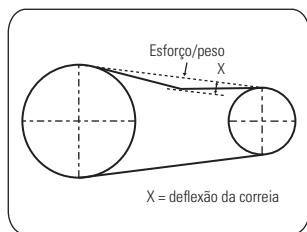

FIGURA 8.4
- Inspecione as correias de transmissão e o motor elétrico. Para verificar, remova o protetor de correia. Após a inspeção, monte o protetor fixando os parafusos (Figura 8.4 e 8.5). Substitua as correias quando necessário.